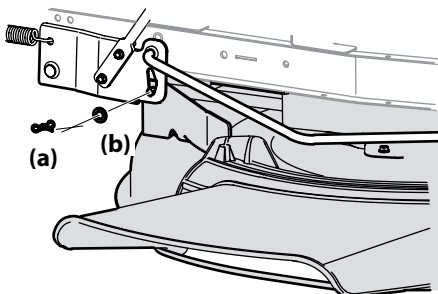

Figura 4-7
3. Extraiga el pasador de chaveta con unión curva (a) y la arandela plana (b) del conjunto de elevación de la plataforma y guárdelo para volver a colocarlo posteriormente. Consulte la Figura 4-7.